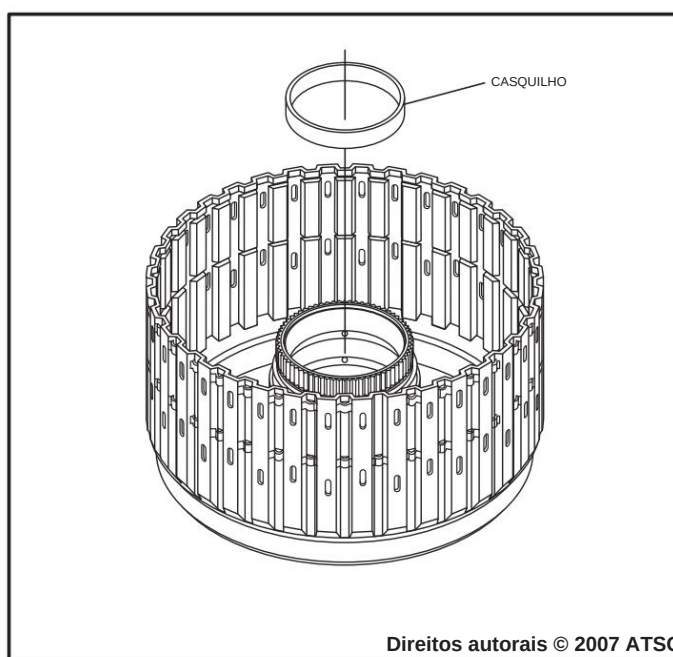

Figura 91
7. Instale a nova bucha conforme necessário usando o driver de bucha adequado, conforme mostrado na Figura 91.